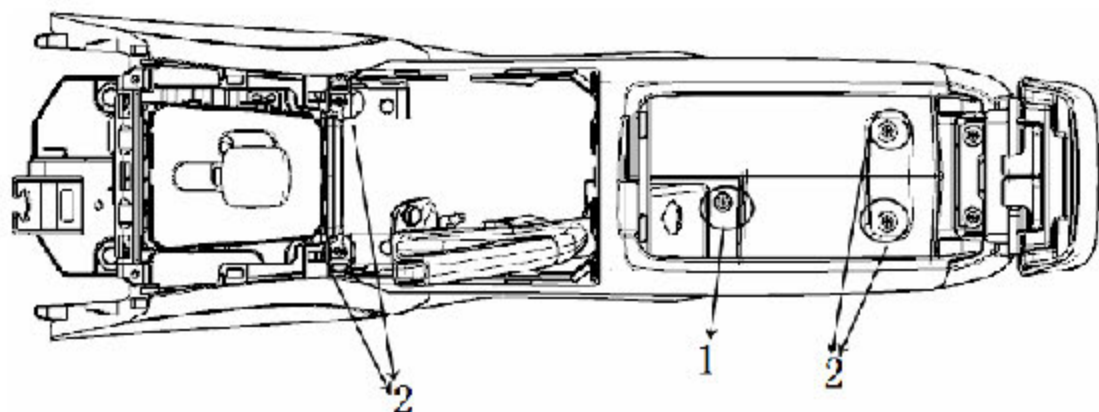

图 5-2-4 副仪表板本体拆卸
B). 如图 5-2-4 所示：用十字螺丝刀松开 1 所示处备用电源护板，再松开 2 所示四处安装螺钉，小心取下副仪表板本体总成。注意：拿出副仪表板本体前，请确认与之连接的线束已松开。